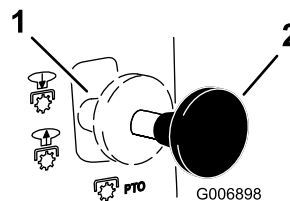

Figura 6
2. Ponga el control de las cuchillas (PTO) en Engranado (Figura 6).
2. Ponga el control de las cuchillas (PTO) en Desengranado (Figura 6).
3. Ponga el control de las cuchillas (PTO) en Desengranado (Figura 6).